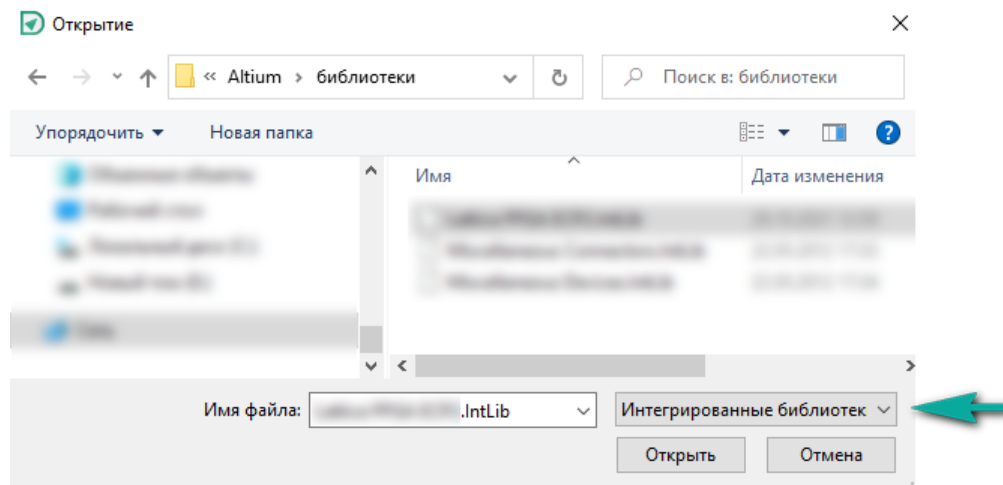

Рис. 3 Выбор параметров импорта
2. В выпадающем списке выберите необходимое расширение, см. Рис. 3.